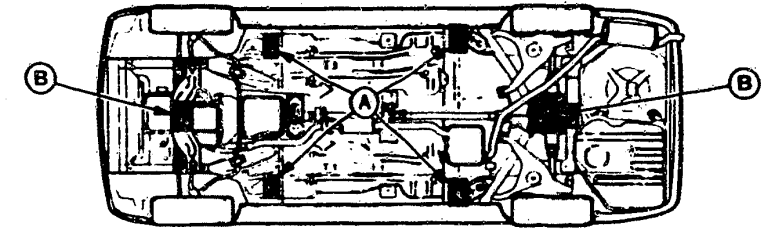

Bild 1 Anhebepunkte für Bordwagenheber (A) und Werkstattheber (B).
Um Beschädigungen an Karosserie- oder mechanischen Teilen zu vermeiden, darf das Fahrzeug nur an den in Bild 1 ersichtlichen Stellen (B) angehoben werden. Für den Bordwagenheber und vierfach Liftarme dienen die Ansatzpunkte (A).